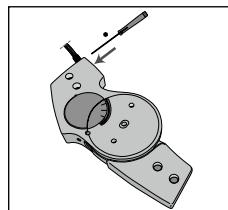

Fig. 8
7. Draai het zekeringsschroefje aan de zijkant van het scharnier los, twee omwentelingen volstaat (zie fig. 8). Het schroefje niet uit het scharnier verwijderen.
18. Draai vervolgens weer de zekeringsschroef van de satelliet stelschroef vast (**zie fig. 8**).